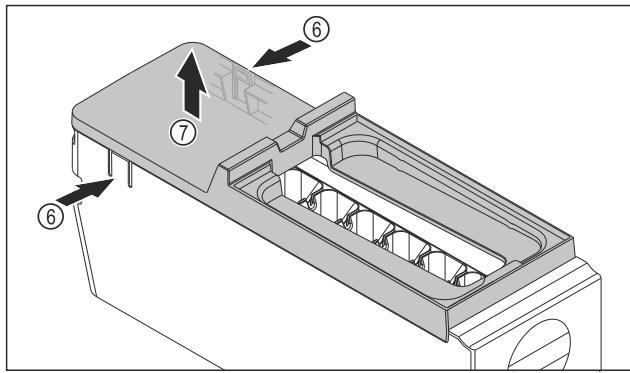

Fig. 213
- ▶ Изваждане на капака на корпуса на EasyTwist-Ice: Натиснете езичетата Fig. 213 (6) от двете страни на корпуса на EasyTwist-Ice с една ръка.
- ▶ С другата ръка извадете капака Fig. 213 (7) нагоре.